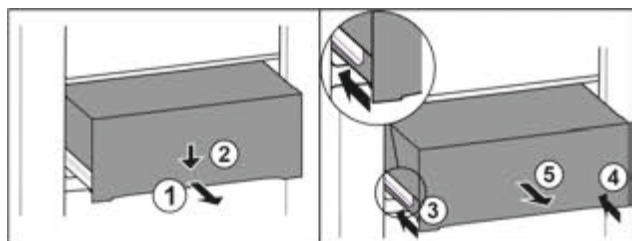

Fig. 81
- ▶ Витягнути ящик на половину. Fig. 81 (1)
- ▶ Спрямуйте висувний ящик вниз спереду. Fig. 81 (2)
- ▶ Вставте ліву рейку приблизно на 2 см. Fig. 81 (3)
- ▶ Вставте праву рейку приблизно на 2 см. Fig. 81 (4)
- ▶ Вийняти висувний ящик рухом вперед. Fig. 81 (5)